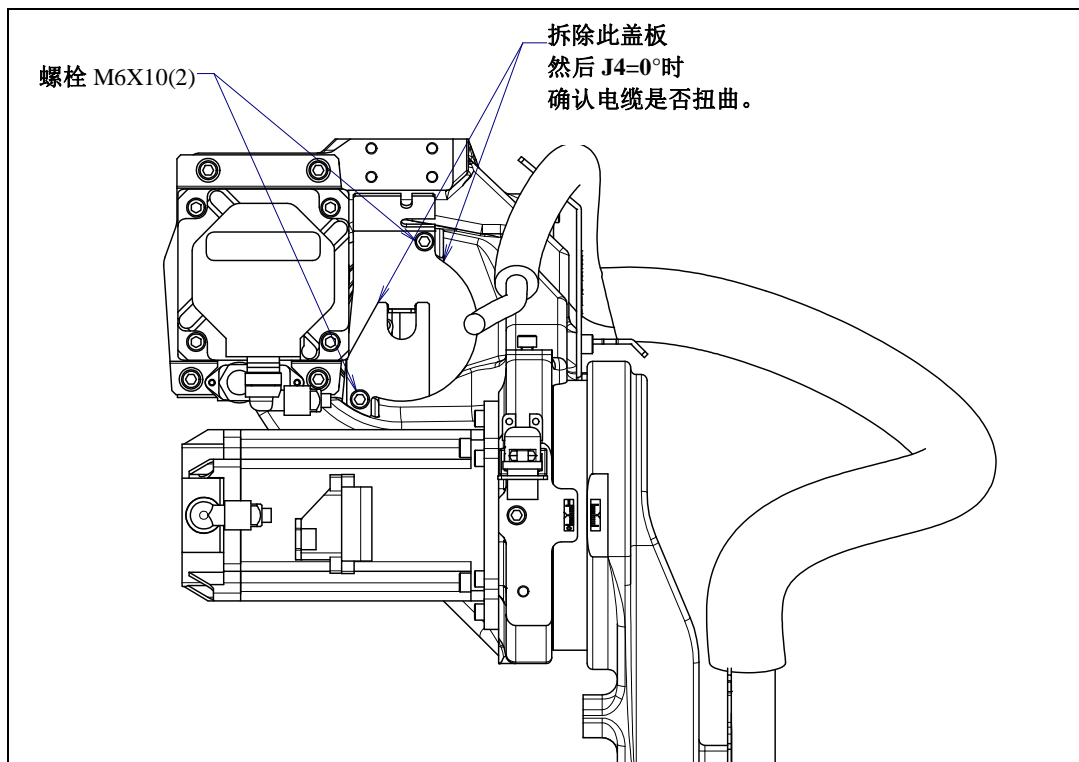

图 8.1 电缆的状态的确认 (J4 轴)
- 3 J4 轴，从正确的零点标定位置使轴旋转一周进行对合时，机构部内电缆会发生损伤。零点标定时大幅度移动轴而弄不清正确的旋转位置时，请拆下配线板或者盖板，确认内部电缆的状态，之后再行正确的位置进行零点标定。有关确认步骤，请参照图 8.1。